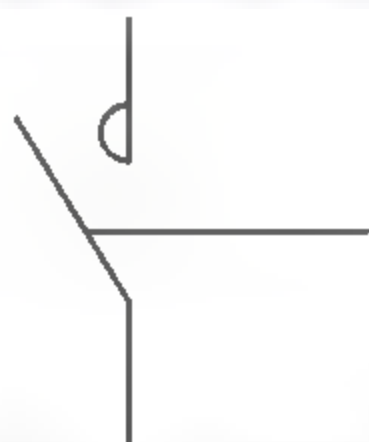

图4-24 打开素材
**01** 单击快速访问工具栏中的【打开】按钮，打开本书配备资源中的“素材\第4章\4-1 复制接触器.dwg”文件，如图4-24所示。